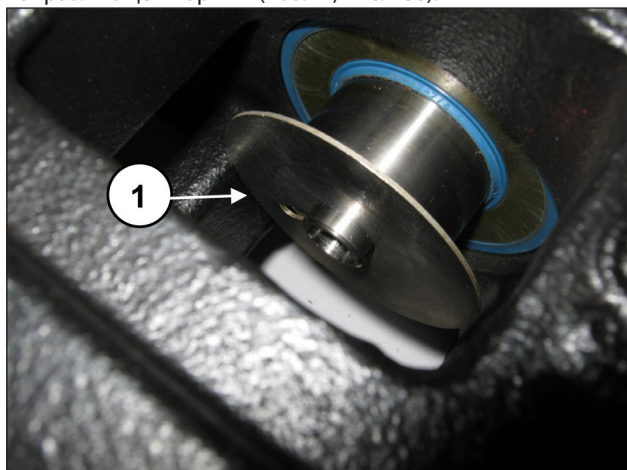

Рис. 186
Поместите брызгоотражательное кольцо в паз на направляющей поршня (поз. ①, Рис. 186).